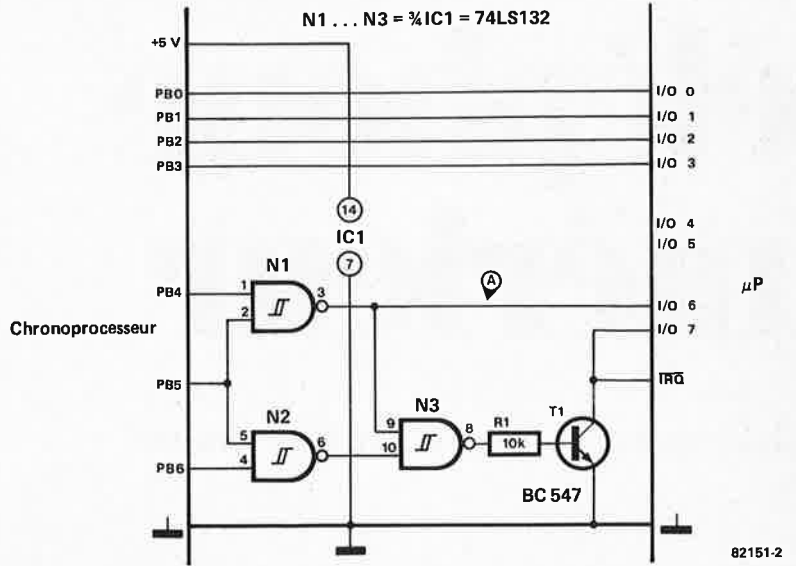
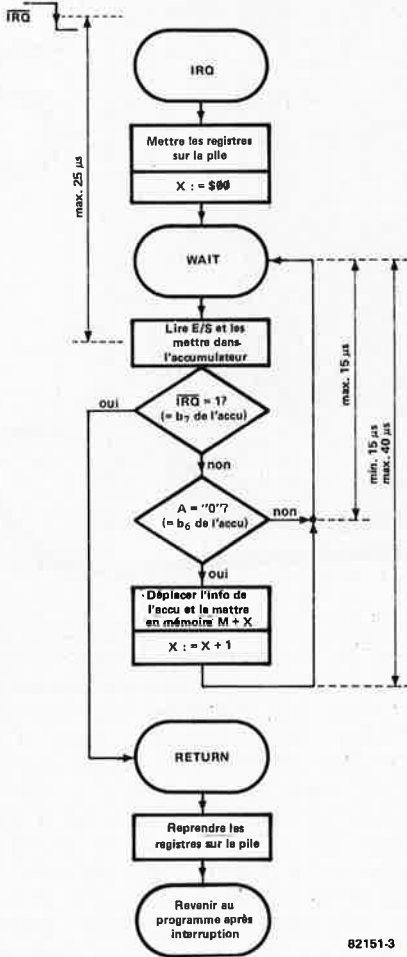
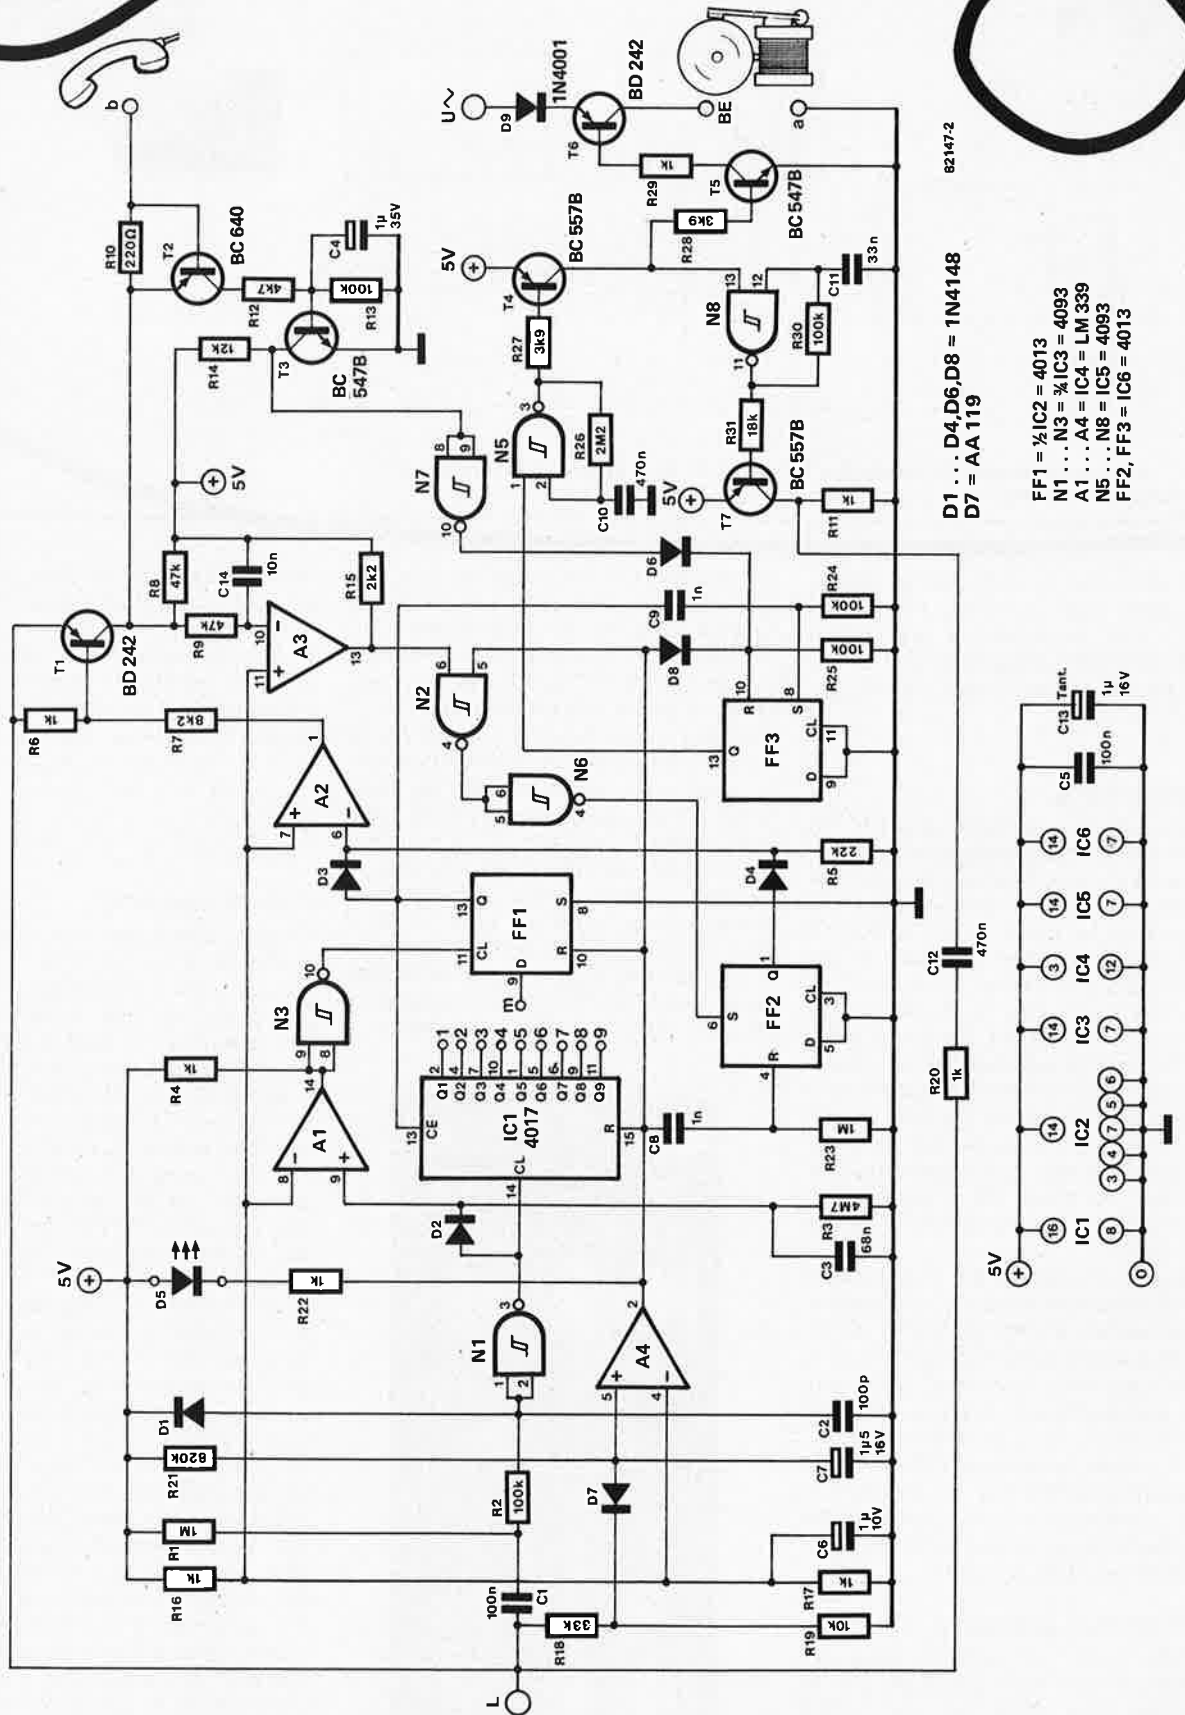

Figure 2. Cette interface simple permet de transférer l'information d'heure et de date provenant du chronoprocresseur vers la RAM du système à µP hôte.
Figure 3. Ordigramme à suivre pour transférer les informations d'heure et de date vers la mémoire d'un micro-ordinateur.
Figure 2. Le schéma du circuit nécessaire pour chaque poste utilisé est assez complexe du fait qu'il n'y a pas de centrale.
L'utilisation du montage de la figure 2 agrémenté d'un petit sous-programme de demande d'interruption (Interrupt Request, IRQ) permet de mettre dans la RAM d'un système à microprocesseur donné, la date et l'heure fournies par le chronoprocresseur. Il faut pour ce faire avoir accès à 6 lignes d'entrée/sortie (I/O) et à la ligne IRQ du système à µP hôte. Pendant la durée de transfert des informations d'heure et de date fournies par le chronoprocresseur, la ligne IRQ reste constamment au niveau logique bas. Lorsque cette ligne IRQ passe au niveau logique haut, le système "atterrit" dans le sous-programme IRQ (voir figure 3).
A la sortie A (sortie de N3) de la figure 2, on trouve une impulsion (un niveau logique bas ayant une durée de 15 µs) lors de chaque changement de l'information de temps et de date. En nous penchant sur le tableau, nous constatons que lors du premier passage au niveau logique bas de la sortie A, on trouve sur les points PB0...PB3 l'information des unités de secondes (en code BCD).
L'organigramme de la figure 3 nous permet de voir, qu'après avoir sauvegardé les registres et qu'après le passage au niveau logique bas du registre X, on attend que la sortie A passe au niveau logique bas. Dès que c'est le cas, l'information se trouvant à ce moment sur les lignes PB0...PB3 est mise en mémoire dans les cases-mémoire situées aux adresses M + X. Sachant qu'à cet
N.B. Il est important de respecter les caractéristiques de durée indiquées en bordure de l'organigramme de la figure 3, car elles seules garantissent une lecture correcte de l'information d'heure et de date.
Chaque poste est doté d'un circuit conforme à la figure 2: une électronique assez complexe, mais facile à réaliser. Lorsque le combiné repose sur la fourche, la ligne L ne consomme pas de courant, de sorte que la tension y est de 25...30V (voir alimentation en figure 3). Lorsque l'on décroche, et que l'on actionne le cadran, cette ligne est court-circuitée: la broche 10 de A3 passe au niveau logique bas, de sorte que la bascule FF2 est positionnée par N2 et N6. A présent, l'appareil est en ligne. Comme la ligne de parole est court-circuitée, la sortie du comparateur A4 va passer au niveau logique bas, de sorte que le compteur IC1 et la bascule FF1 sont activés à leur tour.